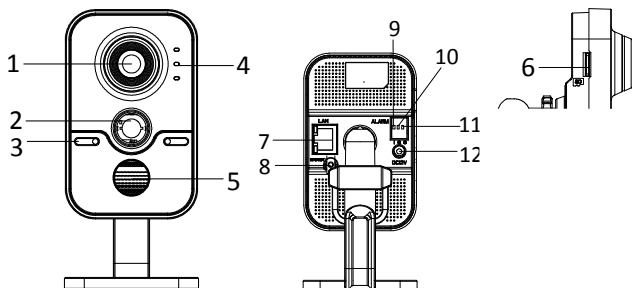

Figura 1 - Visão Geral
- O indicador de conexão (item 4 da figura 1) fica intermitente se a conexão sem fio foi bem sucedida.